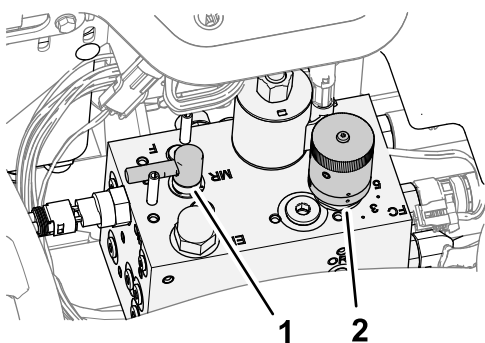

Bild 94
4. Drehen Sie den Läpphebel in die R-Stellung (Bild 94).